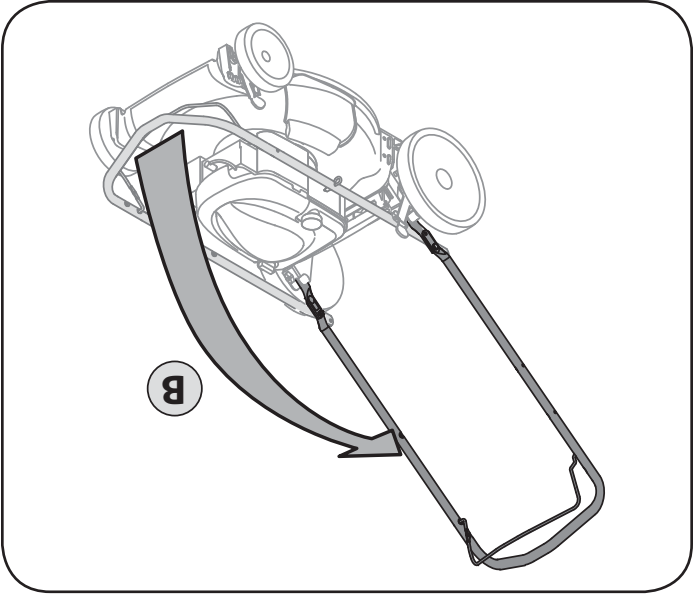

Figure 2
- b. Stabilisez la tondeuse pour qu'elle ne bouge pas, puis relevez le guidon supérieur, comme à la Figure 2. Ne pincez pas le câble en redressant le guidon.